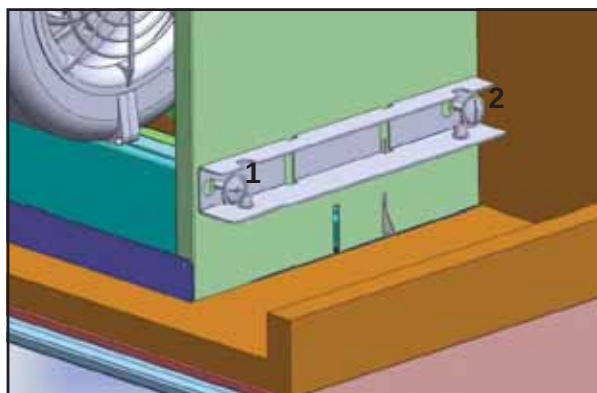

FIG.5
- 4) Fixez les supports supérieurs des côtés gauche et droit du bâti de la hotte à l'aide de deux (2) vis de 3/16 x 3/8 po chacun (Fig.5). Assurez-vous que les deux (2) trous des écrous prisonniers du support sont orientés vers le bas. Note : Compte tenu de l'espace de travail restreint dans les armoires de 30 po, vous devrez utiliser en angle droit ou un tournevis à tête Philips de deux pouces.